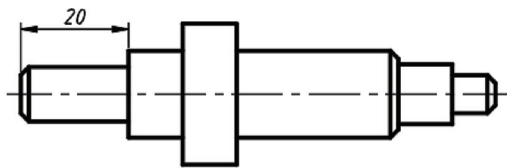

图 8-35 标注一个线性尺寸
- 2 单击“线性”按钮 ，在图形中依次选择端点 1 和端点 2 作为尺寸界线原点，接着指定尺寸线位置，创建图 8-35 所示的一个线性尺寸。